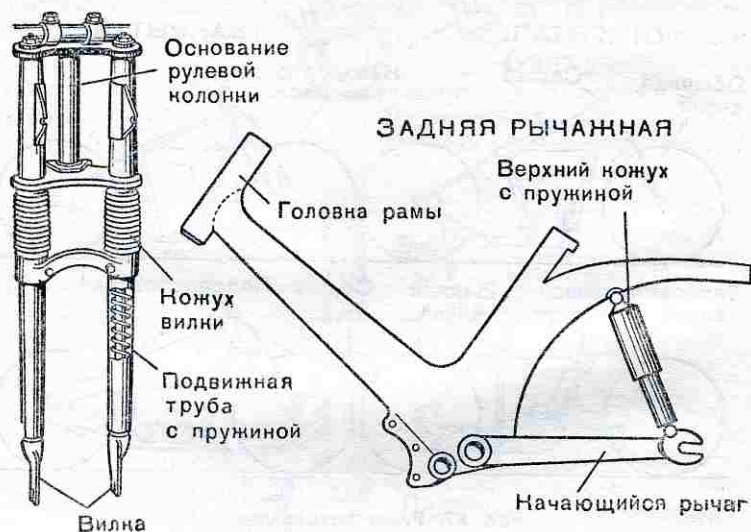

Рис. 88. Подвески мотоциклов
**Подвеска.** Передняя подвеска мотоцикла выполнена в виде телескопической вилки (рис. 88).